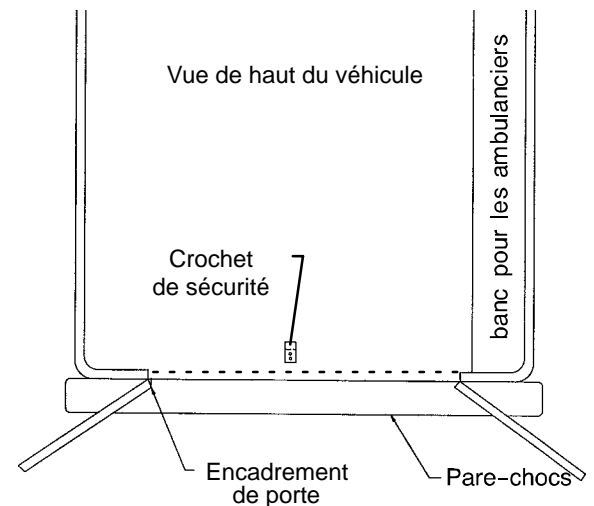

Figure 4 – Crochet de sécurité Placement
3. Centrer le crochet de sécurité (figure 4) sur la barre de sécurité de la civière. S'assurer que le crochet est dirigée vers l'avant du véhicule.